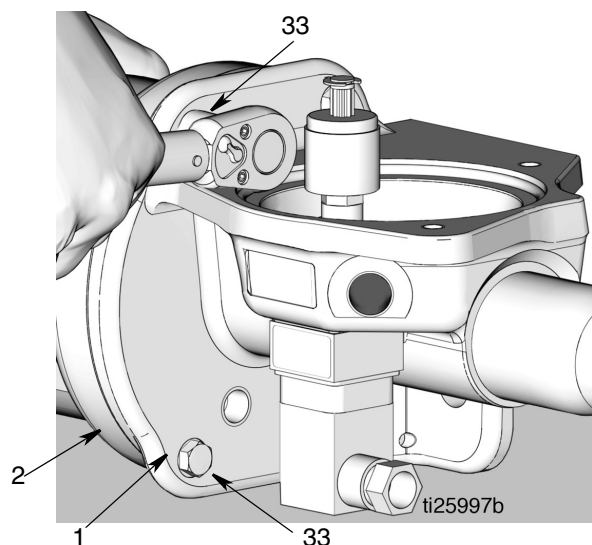

FIG. 20
15. Utiliser une douille de 3/8 pouce pour retirer les 4 boulons (33) maintenant le vérin pneumatique (2) sur la base de la pompe (1) (FIG. 20). Déposer le vérin pneumatique de la base de la pompe.